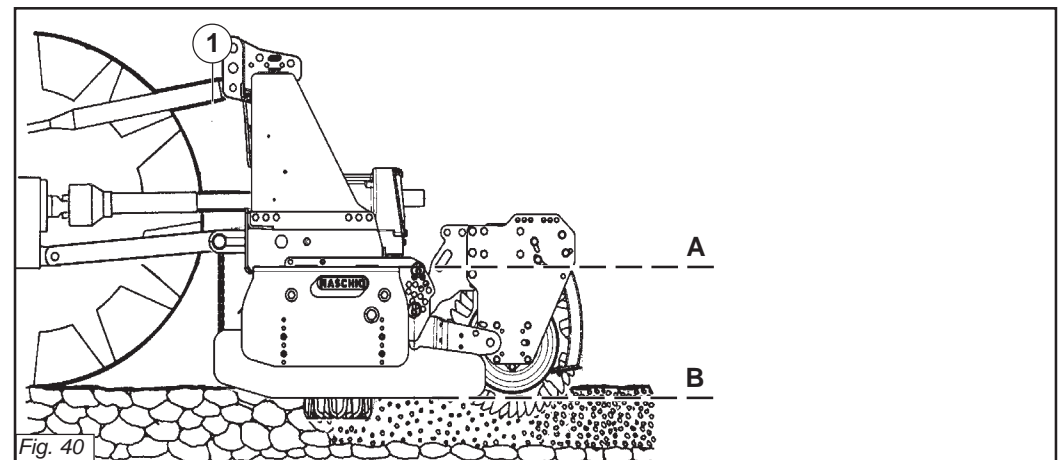

Fig. 40
- 4 - Collegare il terzo punto superiore ed effettuare una corretta regolazione con il tirante (1 Fig. 40) verificando che il piano superiore della macchina (A Fig. 40) risulti parallelo al piano terra (B Fig. 40). Ciò è molto importante allo scopo di ottenere il parallelismo tra asse albero presa di forza della macchina e quello della presa di forza del trattore.
- 4 - Réliez le troisième point supérieur et réglez correctement à l'aide du tirant (1 Fig. 40). Assurez-vous que le plan supérieur de la machine (A Fig. 40) soit pratiquement parallèle au terrain (B Fig. 40). Ceci est très important en vue d'obtenir le parallélisme entre l'axe de la houë et celui de la prise de force du tracteur.
- 4 - *Den oberen Kupplungspunkt anschließen und den oberen Lenker (1 Abb. 40) korrekt einstellen. Sicherstellen, daß die obere Haubenkante der Maschine (A Abb. 40) parallel zum Boden (B Abb. 40) steht. Das ist sehr wichtig, um die Parallelität zwischen der Achse der Maschine und der der Schlepper-Zapfwelle zu erhalten. Wenn diese Parallelität gegeben ist, wird die Zapfwelle weniger belastet und das Leben von Gelenkwelle und Gerät wird verlängert.*